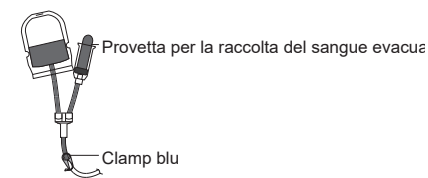

Figura 2: raccolta di un campione di sangue intero
- a. Tenere la sacca di campionamento/diversione e il portaprovette/raccordo luer in una mano con la clamp blu [B] posizionata in basso (vedere Figura 2).